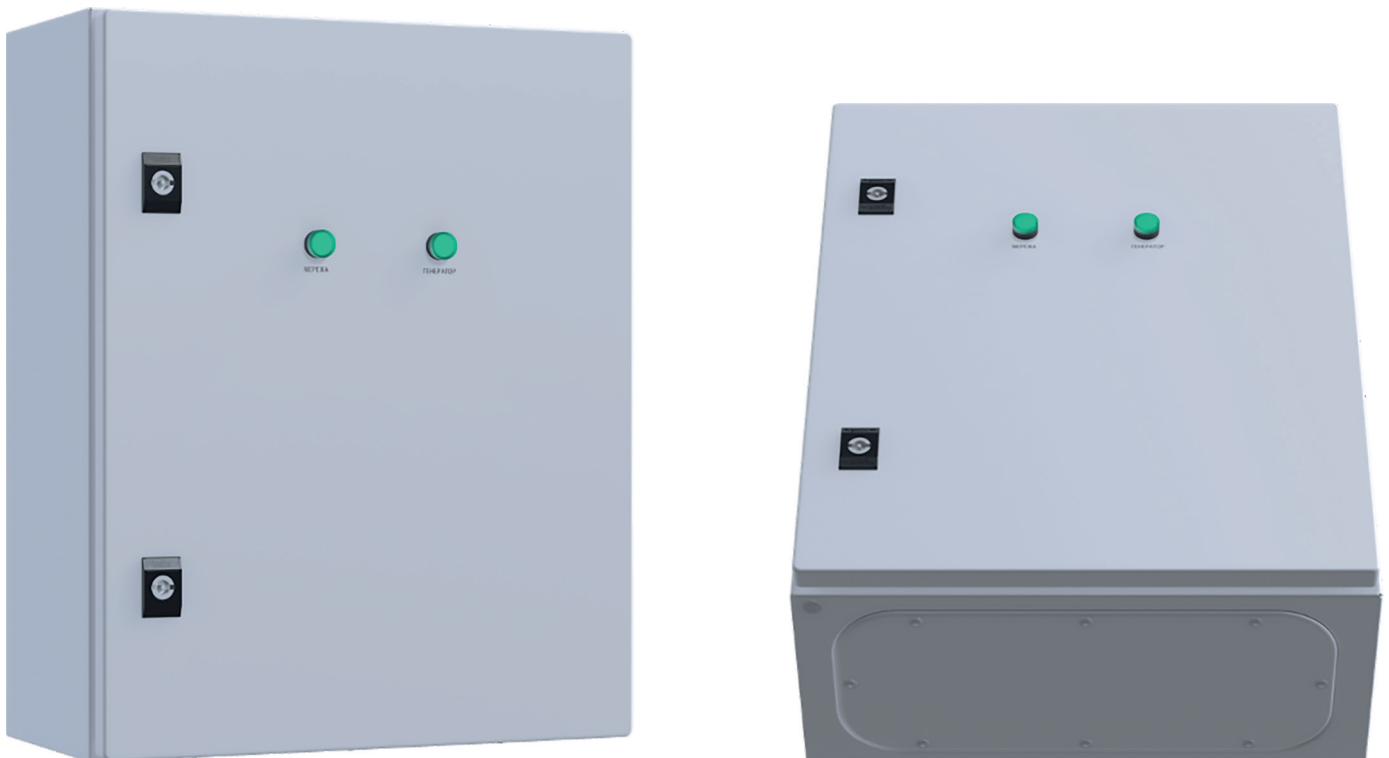

Рис. 5.1 – Зовнішній вигляд АВР
5.1.1 Конструктивно пристрій виконаний у міцному сталевому корпусі та призначений для настінного монтажу. Корпус з передніми дверцятами. Поверхня корпусу покрита епоксидно-поліефірною порошковою фарбою, що забезпечує рівну та привабливу поверхню. На передній стороні розташовані сигнальні лампи індикації. Зовнішній вигляд щита АВР представлений на рис. 5.1.